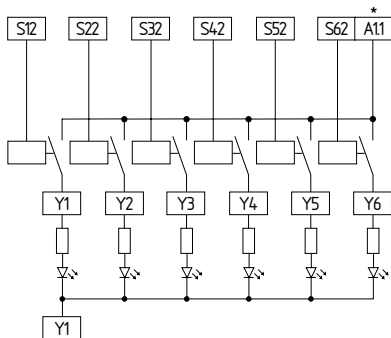

Fig. 9
**Exemplo de interligação saída de sinalização (ver Fig. 9)**